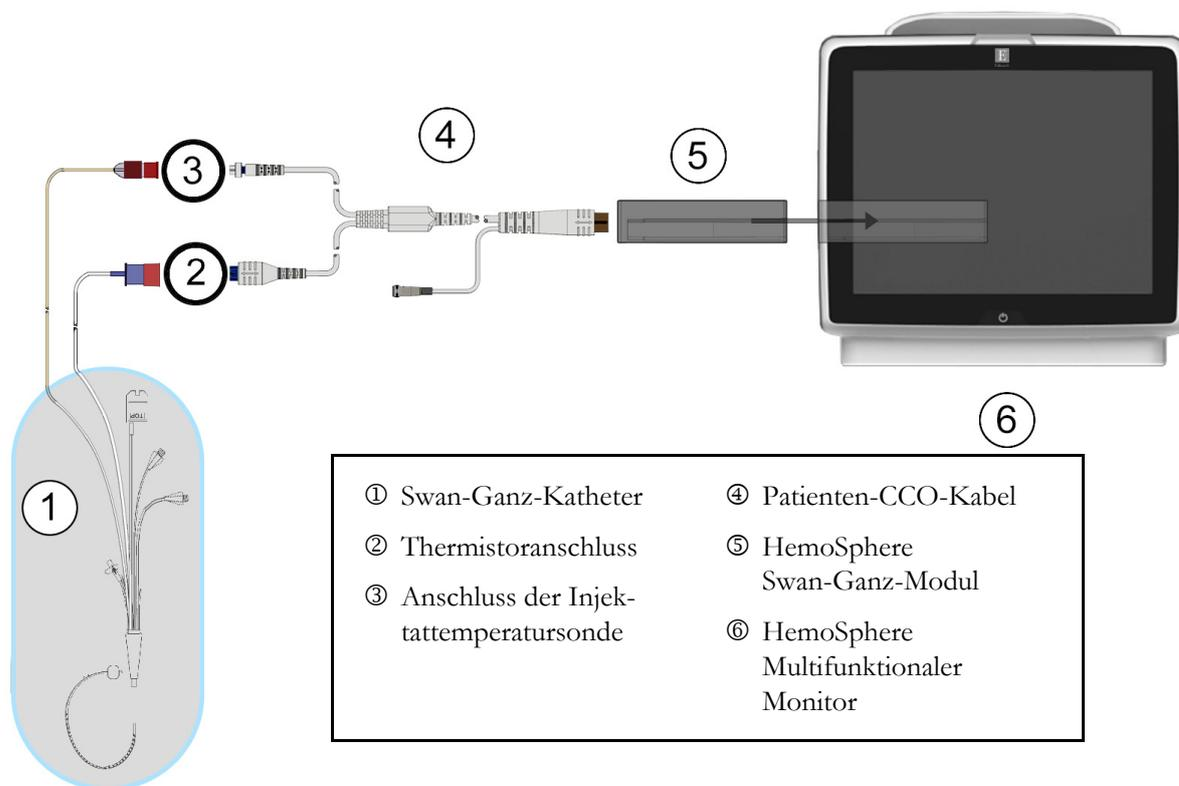

Abbildung 9-5 Übersicht der Anschlüsse für die iCO-Überwachung
- 2 Schließen Sie das Katheterende des Patienten-CCO-Kabels an den Thermistoranschluss des Swan-Ganz iCO-Katheters an (siehe den mit © gekennzeichneten Anschluss in Abbildung 9-5).
Eine Injektattemperatursonde misst die Temperatur eines Injektats. Die ausgewählte Sonde wird an das Patienten-CCO-Kabel angeschlossen (Abbildung 9-5). Es stehen zwei Sondenarten zur Verfügung:
Schließen Sie die Injektattemperatursonde (leitungsintegrierte Sonde oder Bad-Sonde) an den Anschluss für die Injektattemperatursonde des Patienten-CCO-Kabels an (siehe den mit ③ gekennzeichneten Anschluss in Abbildung 9-5).